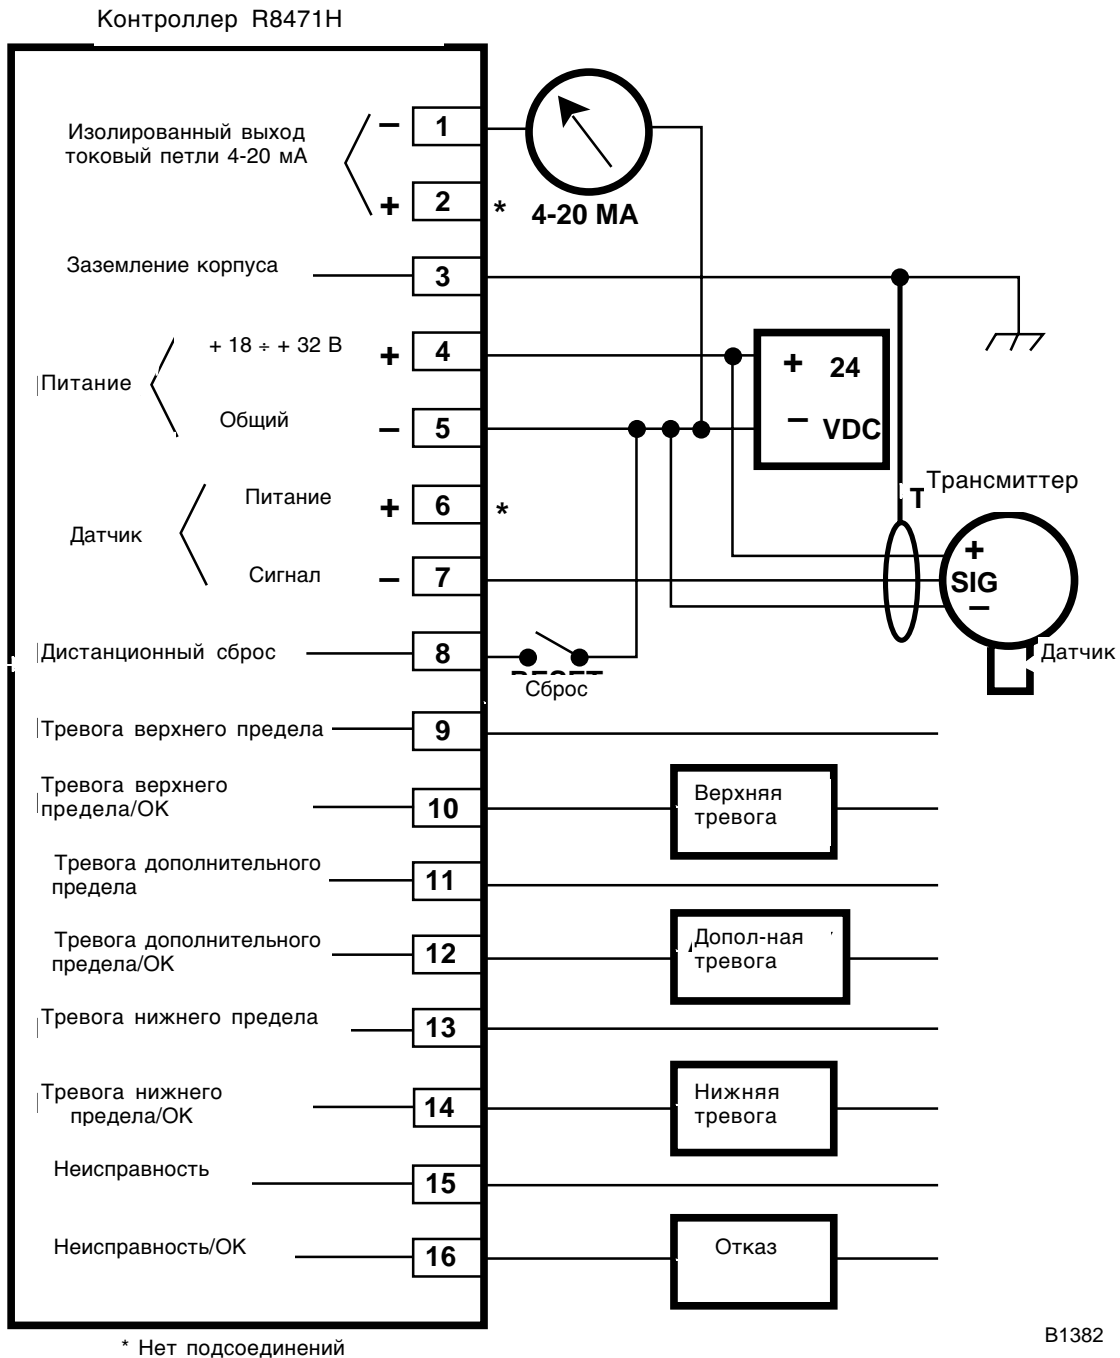
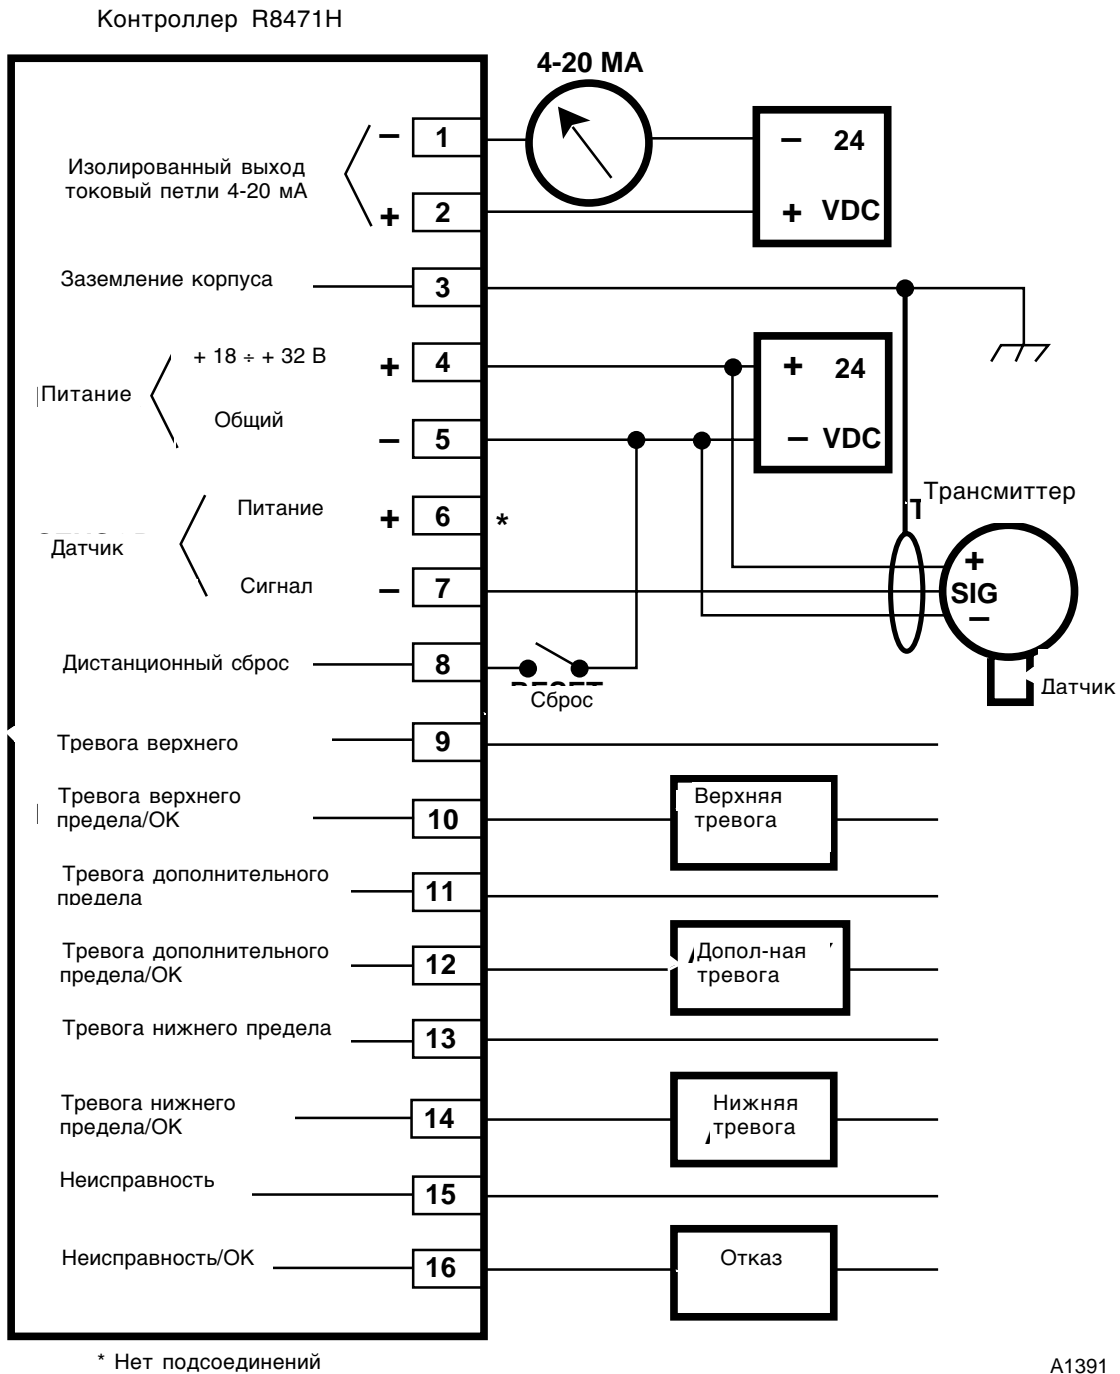

Рис. 4 — Типовая система с релейными выходами и неизолрированным токовым выходом.
Рис. 5 — Типовая система с релейными выходами и изолированным токовым выходом.
**Неизолированный токовый выход** - Если петля сигнала 4-20 мА должна быть неизолированной, то используйте схему подключения, приведённую на рис. 4. Имейте в виду, что в этом случае зажим 2 не используется. Запрограммируйте режим неизолированного токового выхода в соответствии с разделом "Программирование контроллера" этого руководства.
**Изолированный токовый выход** - Если петля сигнала 4-20 мА должна быть изолированной, то используйте схему подключения, приведённую на рис. 5. Запрограммируйте режим изолированного токового выхода в соответствии с разделом "Программирование контроллера" этого руководства. Имейте в виду, что такая схема подключения требует использования дополнительного внешнего источника питания.
Изолированный или неизолированный выход 4-20 мА может быть выбран при помощи штепсельной перемычки на группе штырьков "J1". Для неизолированной работы, как показано на рис. 4, поместите штепсельную перемычку в позицию "INT" (внутренний источник питания). Поместите штепсель в позицию "EXT" (внешний источник питания) для изолированной цепи, как показано на рис. 5. Эта перемычка устанавливается на заводе-изготовителе для неизолированной работы.